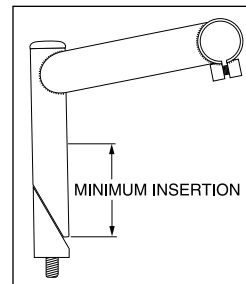

Abb. 1
4. Bei Steuerungen mit einem Gewinde ist das Rohr auf eine minimale Tiefe, entsprechend den CPSC und JIS Standards, einzuführen. Das Rohr muß mindestens so tief eingeführt werden, daß die Verbindungslänge nicht weniger als der 2,5-fache Betrag des Rohrdurchmessers an seinem unteren Ende beträgt (nicht des Keildurchmessers, vergleiche Abb. 1).